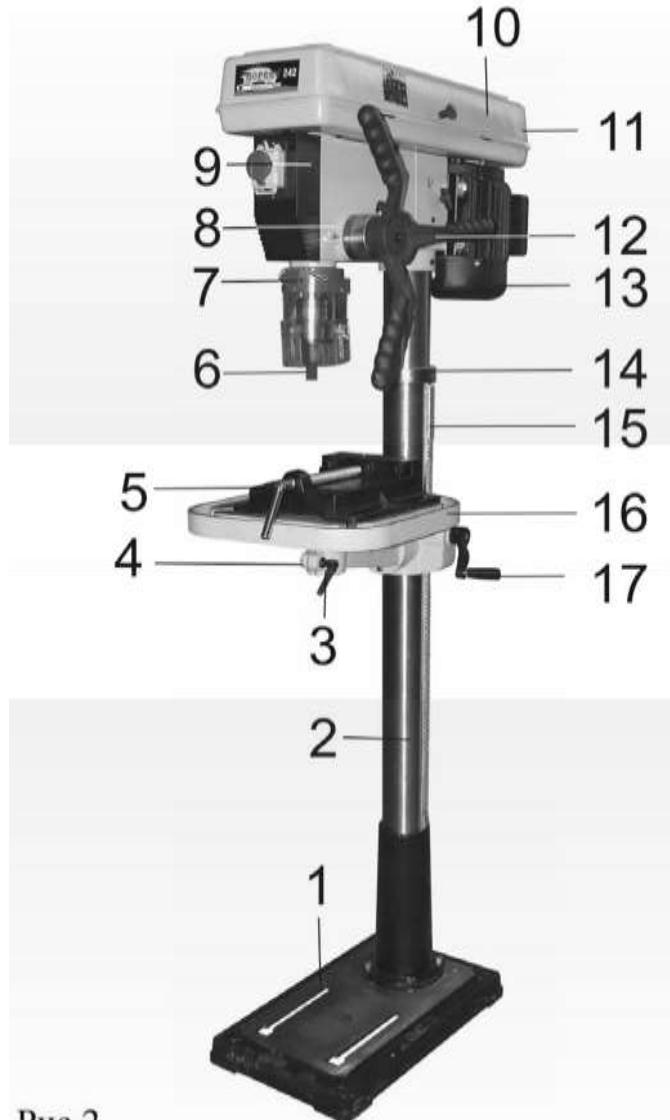
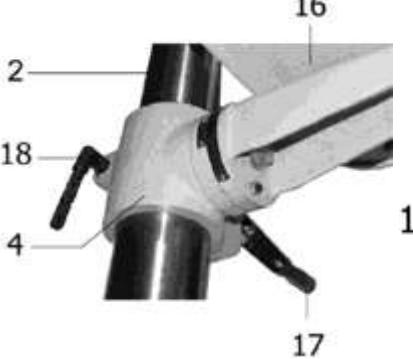
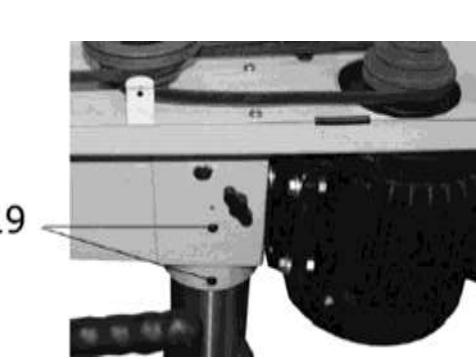
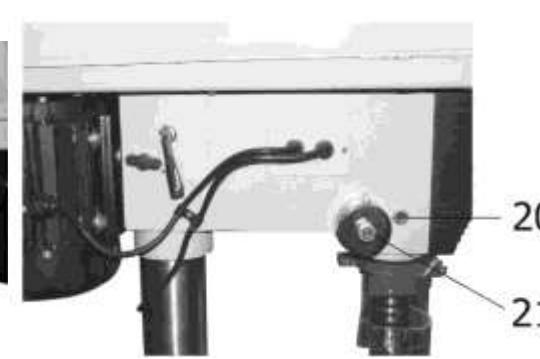

Рис.2
Рис. 3
Рис. 4
Рис. 5
- трещины металлоконструкции шпиндельной головки (8), Рис. 2,5;
8.1. При использовании станка закрепите его на ровной поверхности пола при помощи четырех анкерных соединений (не комплектуются) через отверстия в основании (1), Рис.2. Обязательно используйте при креплении плоскую и пружинную шайбы на каждый болт (не комплектуются).
9.1. Установите на ровную прочную поверхность пола основание (1) станка, Рис.2.
9.2. Установите на основание (1) колонну (2), Рис.2 и закрепите ее четырьмя прилагаемыми болтами (D), Рис.1 .
9.3. Демонтируйте стопорное кольцо (14) и кремальерную рейку (15) с колонны (2), Рис.2.
9.4. Установите червячный вал (R), Рис.1, в посадочное место опоры (4), Рис.2 (если он уже не был установлен при поставке). Затем установите на колонну (2) опору (4) совместно с кремальерной рейкой (15), обеспечив ее зацепление с червячным валом опоры (4), Рис.2, и зафиксируйте положение кремальерной рейки (15) стопорным кольцом (14), затянув на стопорном кольце (14) винт с шестигранной головкой, Рис.2.
9.5. Установите на хвостовик червячного вала опоры (4) ручку (17) и зафиксируйте ее положение имеющимся в ней винтом с шестигранной головкой, Рис.2 .
9.6. Установите на опоре (4) ручку (18), Рис.3, для надежной фиксации положения опоры на колонне (2), Рис.2.
9.7. Установите рабочий стол (16) на опору (4) и закрепите его положение ручкой фиксации (3), Рис.2.
9.8. Аккуратно установите на колонну (2) шпиндельную головку станка (8), Рис.2, предварительно ослабив винты фиксации (19), Рис.4 . Поворачивая шпиндельную головку (8) на колонне (2), Рис.2, убедитесь, что она села до упора. Затяните винты фиксации (19), Рис.4 .
9.9. Установите ручку подачи (12), Рис.2, с помощью винта (G), Рис.1, как показано на рисунке 2. Убедитесь, что шпиндель подается этой ручкой на всю глубину и легко возвращается в исходное положение.
9.10. Установите сверлильный патрон (6), Рис.2, на дюрн (I), Рис.1, предварительно удалив с его поверхности смазку, а также очистите от смазки внутреннюю посадочную поверхность сверлильного патрона (6), Рис.2. Закрепите сверлильный патрон (6), Рис.2, в сборе с дюрном (I), Рис.1, на шпинделе легким ударом через деревянный бруск. Кулачки сверлильного патрона (6), Рис.2, при этом должны быть сведены.
9.11. Установите защитный экран (7) на посадочное место в шпиндельной головке (8), как показано на рисунке Рис.2.
9.12. Установите и закрепите ручку (10) на защитном кожухе ременной передачи (11), Рис.2.
9.13. Установите на рабочий стол (16) тиски (5) и зафиксируйте их положение специальными болтами, Рис.2 (не комплектуются).
9.14. Проверьте наличие поперечного люфта шпинделя, покачав за сверлильный патрон (6), Рис.2. Если люфт ощущим, его можно минимизировать, проворачивая по часовой стрелке винт (20), Рис.5, предварительно отпустив контрящую гайку. По завершению регулировки затяните контрящую гайку.
Помните, затягивая винт (20), Рис.5, вы прижимаете шпиндель. Усилия возвратной пружины может оказаться недостаточным для автоматического подъема шпинделя в исходное положение.
9.15. Регулировка усилия возвратной пружины шпинделя осуществляется вращением регулировочного болта (21), Рис.5.
10.5. Установка высоты рабочего стола (16) задается ручкой (17) и фиксируется ручкой (18), Рис.3.